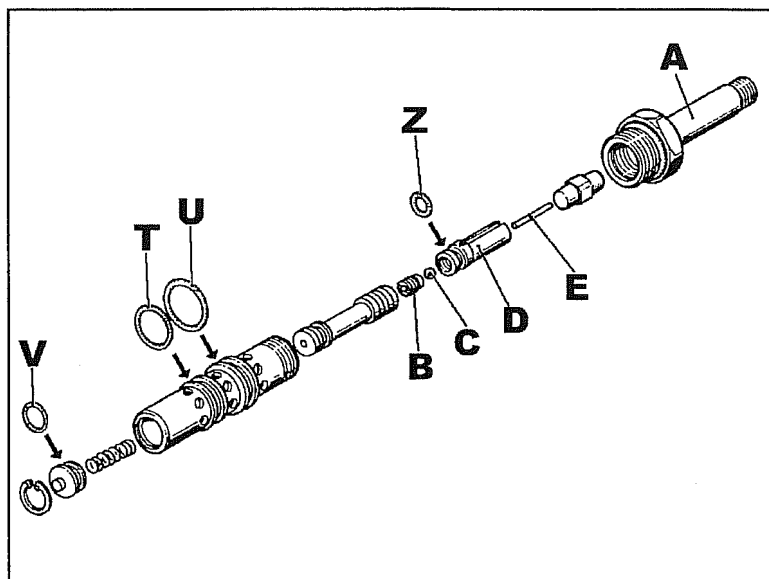
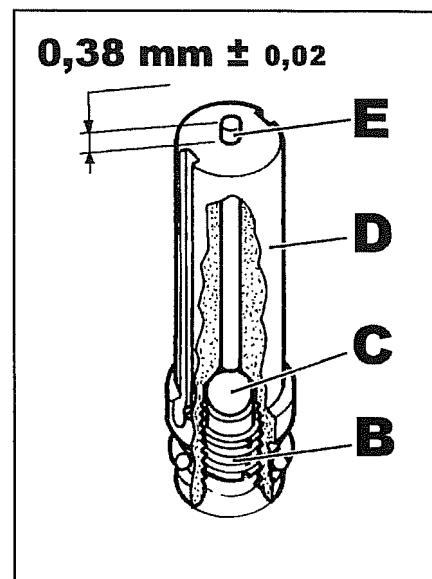

Fig. 20
Fig. 21
- 28 Enlever le solénoïde du groupe électrovanne en le démontant comme illustré dans la fig. 20.
Vérifier le bon état des anneaux d'étanchéité **T-U-V-Z** fig. 20, si nécessaire les remplacer. Laver et souffler tous les composants afin d'éliminer toute trace de saleté.
Le groupe **D** fig. 20 illustré avec ses composants dans la fig. 21, doit simplement être lavé après avoir retiré l'axe **E**, puis souffler à travers les trous présents sur le corps extérieur sans enlever la vis sans tête **B** et la bille **C**.
- Dans l'éventualité du démontage de la vis sans tête **B** ou de sa dépose, le remontage des pièces **B-C-D-E** de la fig. 21 doit être effectué en respectant les consignes suivantes :
- L'axe **E** mesuré comme indiqué dans la fig. 21, doit dépasser de **0,38 mm** avec une tolérance de plus ou moins **0,02 mm** et avoir le côté avec la tête concave tournée vers la bille.